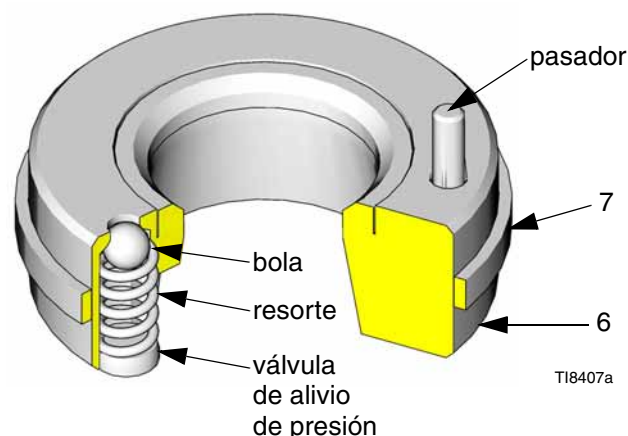
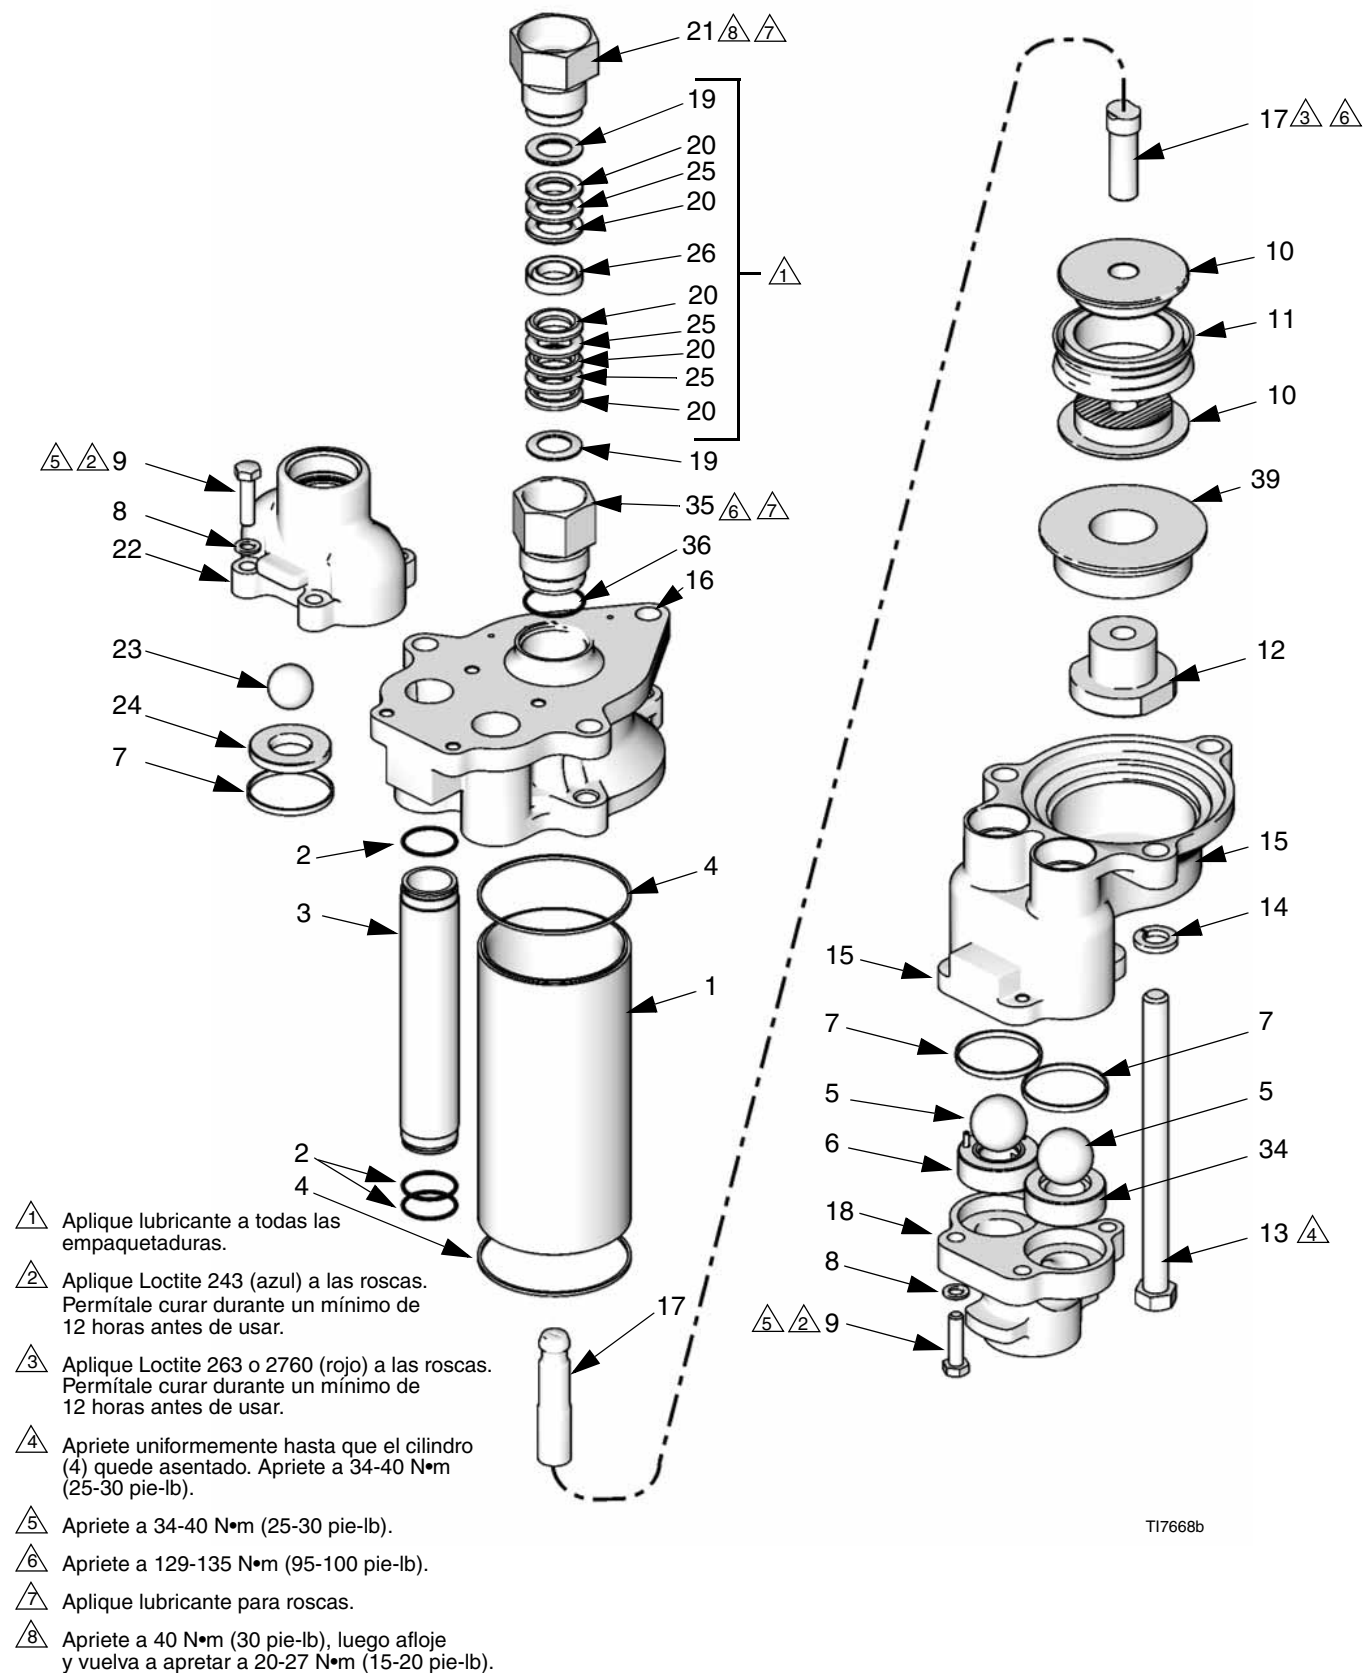

FIG. 4
FIG. 7
1. Retire la bomba del motor como se describe en la página 6. Vea también la FIG. 7.
2. Sujete el colector de entrada (18) en un torno de banco.
3. Afloje, pero no retire, la tuerca de la empaquetadura (21) y el cartucho (35). Vea la FIG. 7.
4. Retire los cuatro tornillos (9) y las arandelas (8) situados alrededor del colector de salida (22).
5. Desarme el colector de salida (22), bolas (23), asientos (24) y juntas (7).
6. Retire los tres pernos (13) y arandelas de seguridad (14) del cilindro. Retire levantando la carcasa de salida (16) junto con los tubos de fluido (3), cilindro (1) y conjunto del pistón (17, 10, 11, 12 y 39).
7. Retire el cartucho de cuello (35) y la junta tórica (36).
9. Retire los tubos (3) y el cilindro (1) de la carcasa de entrada (15). Tire del conjunto del pistón para retirarlo del cilindro.
10. Retire el colector de entrada (18) del torno de banco.
11. Retire los cuatro tornillos (9) y arandelas (8) del colector de entrada (18). Use un destornillador de punta plana entre la carcasa de entrada (15) y el colector de entrada (18) para separarlos.
Un asiento de entrada (6) incluye una válvula de alivio de presión (V). Este asiento debe estar exactamente donde se muestra (lado izquierdo según se muestra en la FIG. 7). Use como guía el texto moldeado en la carcasa de la entrada.
12. Retire las bolas (5), asientos de entrada (6 y 34) y juntas (7).
13. Inspeccione la válvula de alivio de presión del asiento (6) para asegurarse de que no esté obstruida. Presione hacia abajo la bola de la válvula para ver si la bola y el resorte se mueven libremente. Vea la FIG. 4.